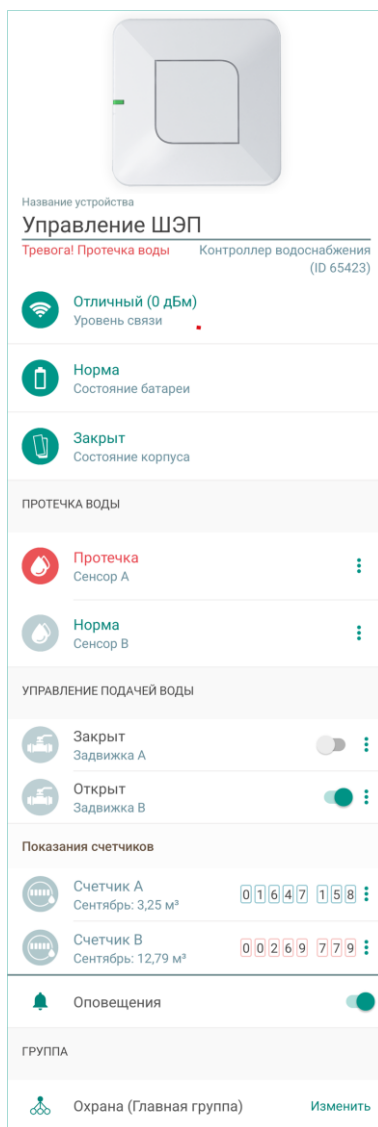

Рисунок 12.2 — Экран настройки радиоустройства: один из сенсоров обнаружил протечку
- Текущее состояние сработавшего сенсора также изменится на *Протечка* и иконка сенсора будет окрашена в красный цвет (см. рисунок 12.2).